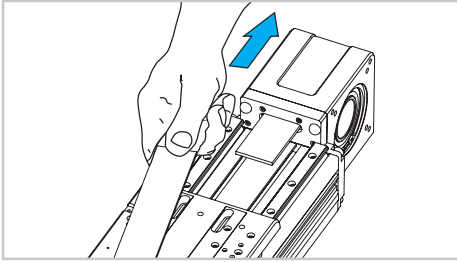

Fig. 6
- 4) Libérer la courroie des deux côtés du chariot et la tirer (Fig. 6). To re-assemble the belt, carry out the same operations in the opposite way repositioning the belt tensioner at the initial distance X.